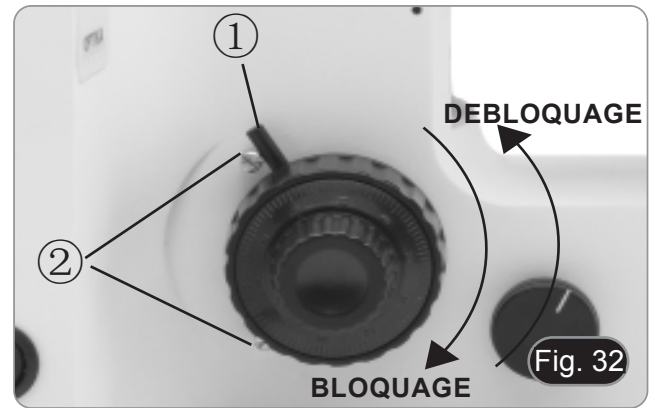

Fig. 31
Pour modifier la friction en fonction de vos préférences personnelles, tournez la bague ②. (Fig. 31)